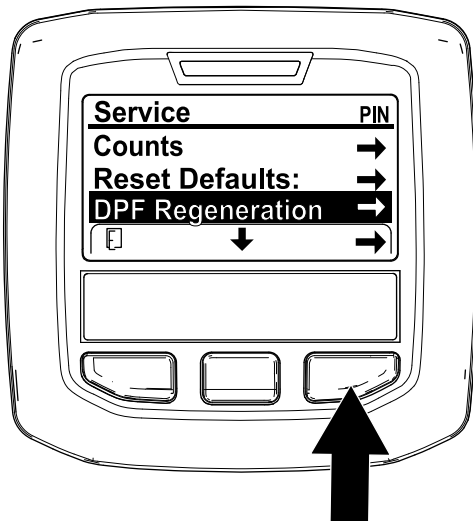

Figure 36
1. Dans le menu Entretien, utilisez le bouton central pour naviguer jusqu'à l'option DPF REGENERATION (régénération du FAP) (Figure 36).
2. Appuyez sur le bouton droit pour sélectionner l'option DPF Regeneration (Figure 36).